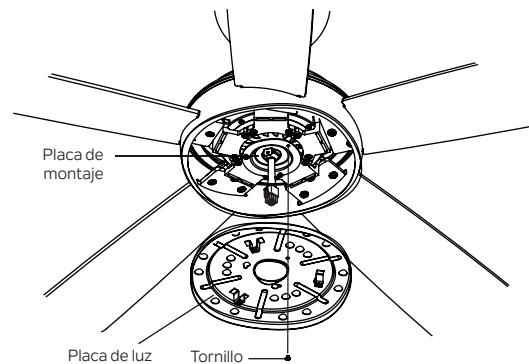

Figura 17
Paso 1. Quite el tornillo marcado con una etiqueta de punto en la placa de montaje y guárdelo para usarlo más tarde y afloje ligeramente los otros dos tornillos. Fije la placa de luz a la placa de montaje usando las dos ranuras de llave en la placa de luz. Vuelva a colocar el tornillo que quitó anteriormente y apriete firmemente los 3 tornillos. (Figura 17)